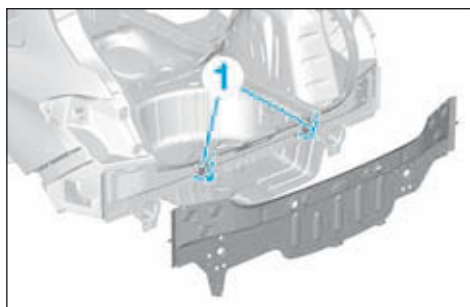

FIG.163
- Appliquer un joint de calage indice "H1" sur le pourtour des inserts gonflants de la doublure du panneau arrière (1) (Fig163).